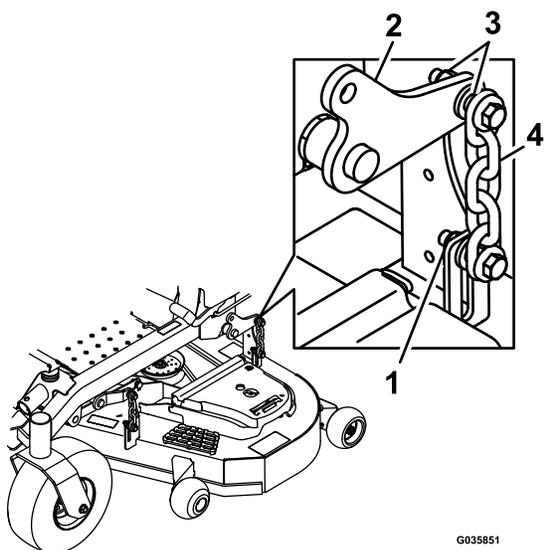

Figura 87
13. Allentate i controdadi (Figura 87) sui 4 spigoli e accertate che il piatto di taglio sia posizionato in sicurezza sui 4 blocchi.